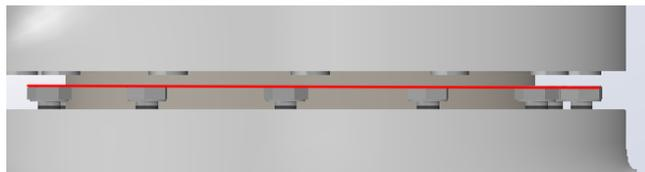

图 1-5：拧螺钉
1. 将螺钉依次拧入关节外壳的螺纹孔中，大概拧两圈，同时确保所有螺栓头位置齐平，如图 1-5 所示。